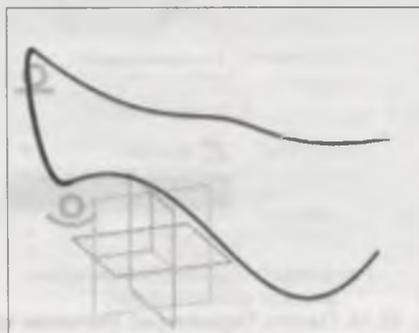

Рис. 22.13. Соединение кривых по касательной
- ◆ для завершения работы нажмите кнопку **Создать объект** — в графической области появится соединительная кривая (рис. 22.13), а в **Дереве** модели — соответствующая пиктограмма.